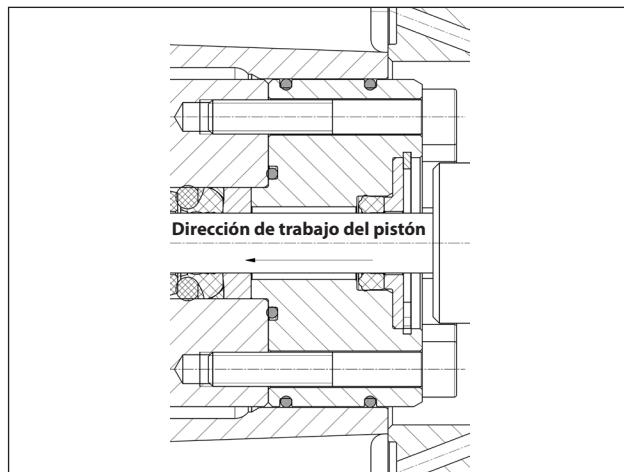
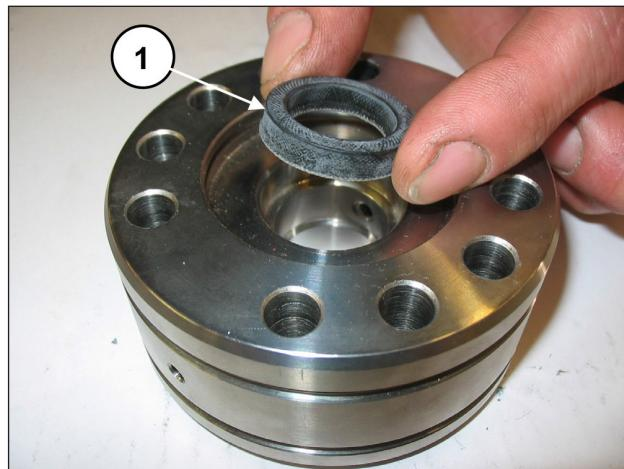

Fig. 125
Fig. 126
La junta L.P. se ha de introducir en la camisa con el labio de retención orientado hacia la dirección de trabajo del pistón (pos. ①, Fig. 125 y Fig. 126), lubrificando ligeramente el diámetro externo con grasas de silicona de tipo OKS 1110. Sustituir la junta L.P. si está desgastada.